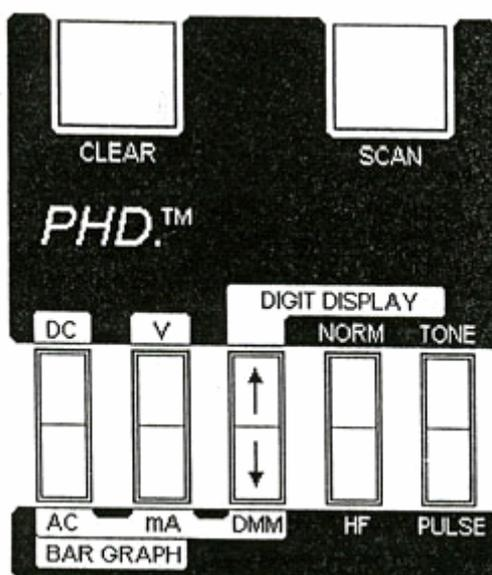

Рис.5
На Рис.5 показано положение переключателя DIGIT DISPLAY/Цифровой Мультиметр (DIGIT DISPLAY/DMM) в центре набора из пяти (5) переключателей, смонтированных на передней панели ручки телекоммуникатора PHD. Этот переключатель служит двум целям: действует как "аппаратная метка", указывающая микропроцессору работать со схемами DIGIT DISPLAY или Цифрового Мультиметра, а также блокирует положение Миллиамперметр (mA) переключателя Вольтметр/Миллиамперметр (V/mA) для обеспечения дополнительной защиты от нечаянного использования этого режима. Поскольку этот переключатель не разрывает цепи DIGIT DISPLAY или Цифрового Мультиметра, когда находится в положениях Цифровой Мультиметр (DMM) или DIGIT DISPLAY соответственно, оба названных аппаратных средства подключены параллельно и обеспечивают высокоомное подключение по постоянному и переменному токам (см. главу 6).